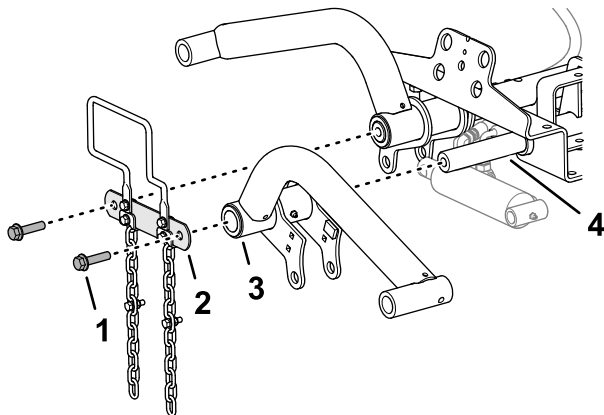

Figura 11
1. Montai braele de ridicare pe axele pivot bra de ridicare, aa cum se arată în Figura 11.
2. Montai articulaia ax pivot pe axele pivot bra de ridicare (Figura 11) cu cele 2 uruburi cu cap imbus ($\frac{1}{2} \times 2''$) pe care le-ai îndepărtat la pasul Pregătire pentru montarea braelor de ridicare (Pagină 17).